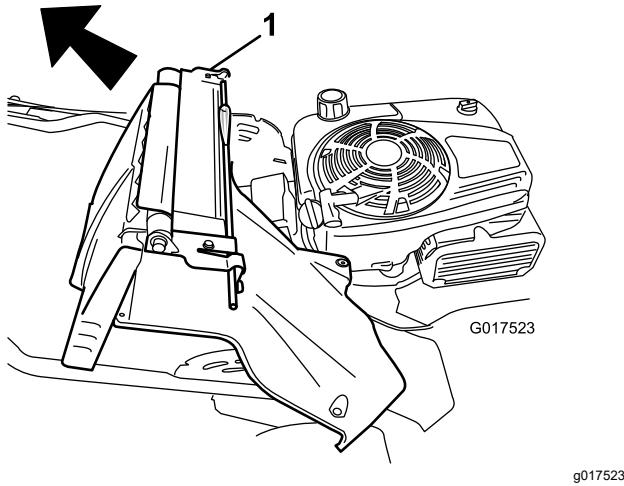

Bild 34
7. Entfernen Sie das hintere Ablenklech und den Holmarretierhebel (Bild 34).